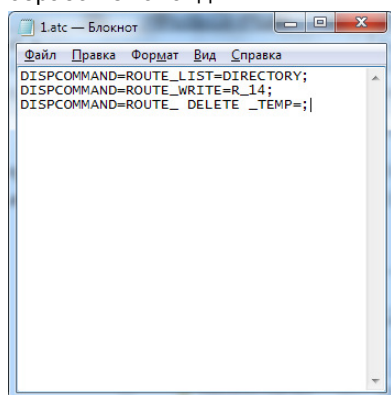

Рис.102. Пример содержимого файла .atc.
- в файле формата .atc перечислить все команды, которые нужно отправить дисплею. Каждая команда должна вводиться с новой строки и должна иметь заданный формат (Рис.102). В противном случае обработка команд будет недоступна.